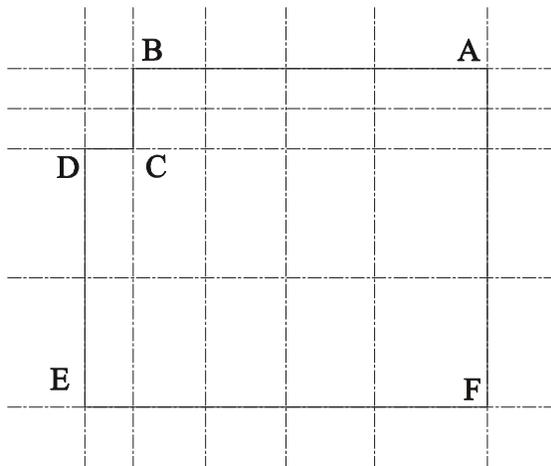

图 9-1-5
(1) 按照前面绘制中轴线的方法，首先将墙体线层设置成当前层。
(2) 用 PLINE 命令绘制如图 9-1-5 所示的墙体单线，其操作步骤如下：
// 打开正交功能，单击如图 9-1-5 所示的 A 点
// 用鼠标单击如图 9-1-5 所示中的墙体单线, 向内偏移 120
// 用鼠标单击如图 9-1-5 所示中的墙体单线, 向外偏移 120